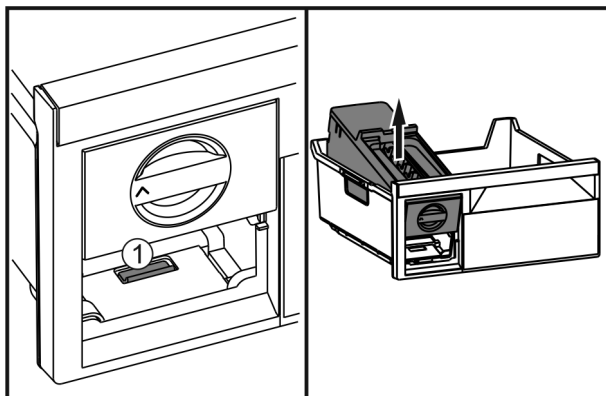

Fig. 40
- Appuyer sur la languette Fig. 40 (1), soulever l'EasyTwist-Ice depuis l'arrière et le faire sortir du tiroir de congélation.